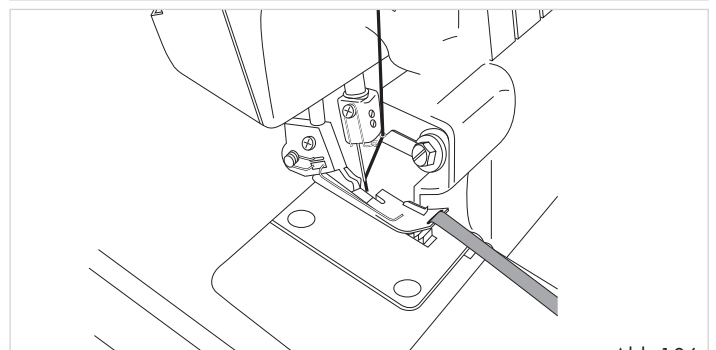

Abb.106
3. Ziehen Sie die Kordeleinlage (Garn oder Körperband) durch den Schlitz in vorderen Bereich des Nähfußes **21** (Abb. 106).